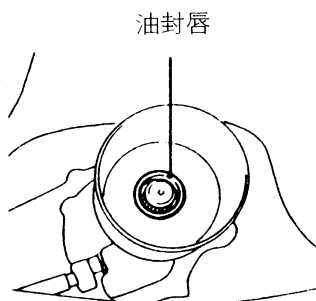

图 3-103 变速器的油封唇
- (2) 不要将手动变速器汽车的后部降低，因为这会导致变速器油流出。
- (3) 应注意不要损伤变速器的油封唇（图 3-103）。